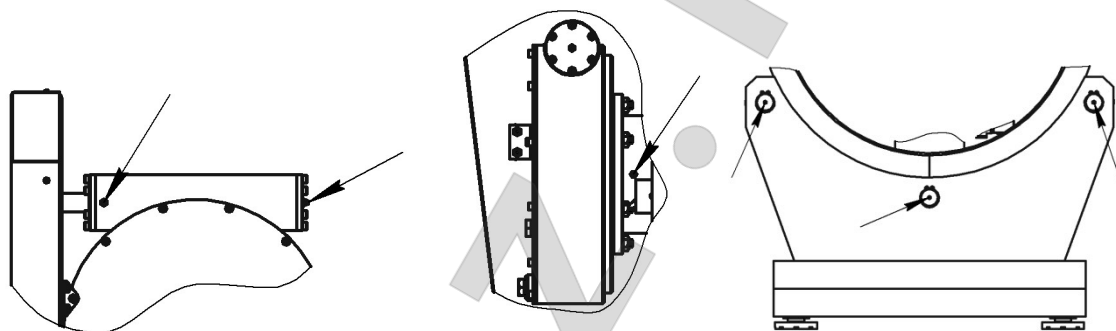

Рис. 4 Точки смазки станда
8.1. Не реже одного раза в 6 месяцев смазывать через пресс-масленку солидолом синтетическим ГОСТ 4366-76 подшипники шпинделя, редуктора и ролики. Точки смазки указаны на рис. 4.